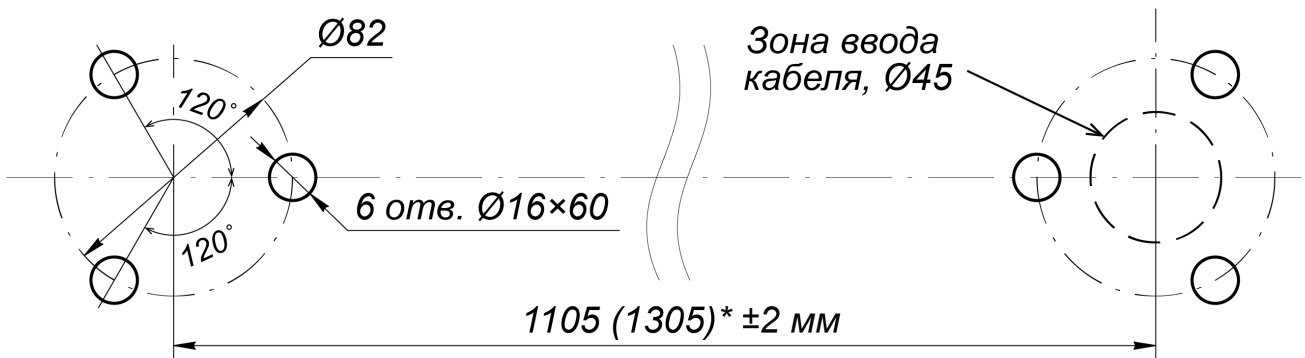

Рисунок 17. Схема разметки отверстий для установки поворотной секции ограждения с электромагнитным УБ¹
2. Разметьте и просверлите отверстия на установочной поверхности под анкеры М10 в соответствии со схемой разметки (см. рис. 17). Сначала размечаются центры установки стоек секции ограждения, затем от них размечаются точки крепления стоек, допускается использование в качестве шаблона непосредственно самих фланцев стоек.
3. Подготовьте в полу кабельный канал для проводов цепи питания и управления (зона ввода кабеля – см. рис. 17) и протяните кабели к месту установки.